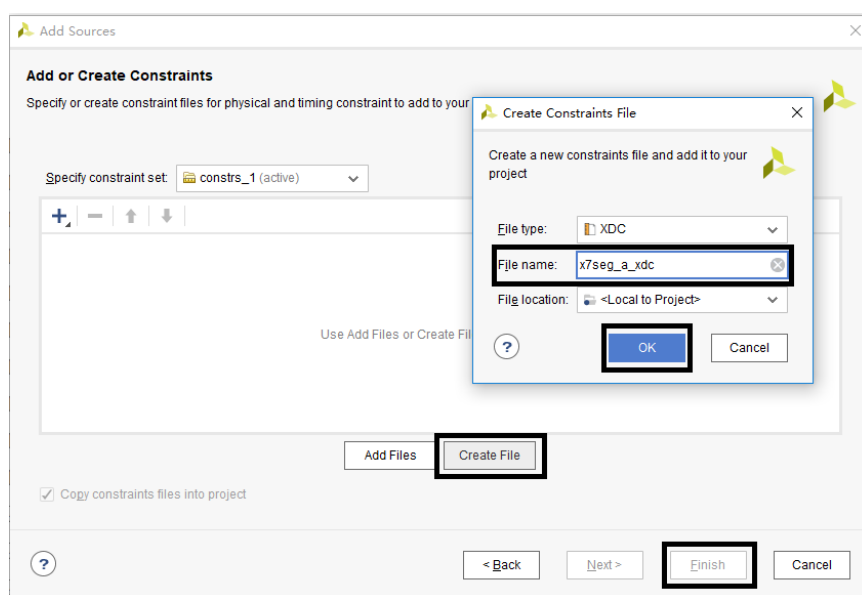

图 1-23 创建约束文件
(3). 在弹出的 Add or Create Constraints 窗口中, 如图 1-23 所示, 点击 Create File 按钮, 弹出 Create Constraints File 窗口, 创建约束文件。在文本框 File name 中输入 x7seg\_a\_xdc, 其他选项默认, 即创建了一个名为 x7seg\_a\_xdc 的约束文件, 单击 OK, 退出该窗口。最后, 点击 Finish, 完成约束文件的添加。